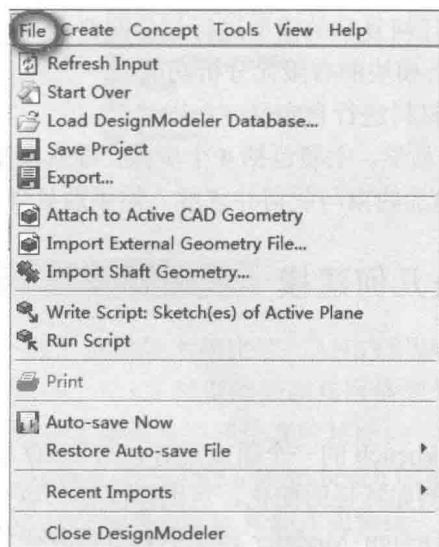

图 1-5 文件子菜单
(1) File: 用于基本文件的操作, 包括文件的保存、输入、输出及其脚本的运行等功能, 如图 1-5 所示。